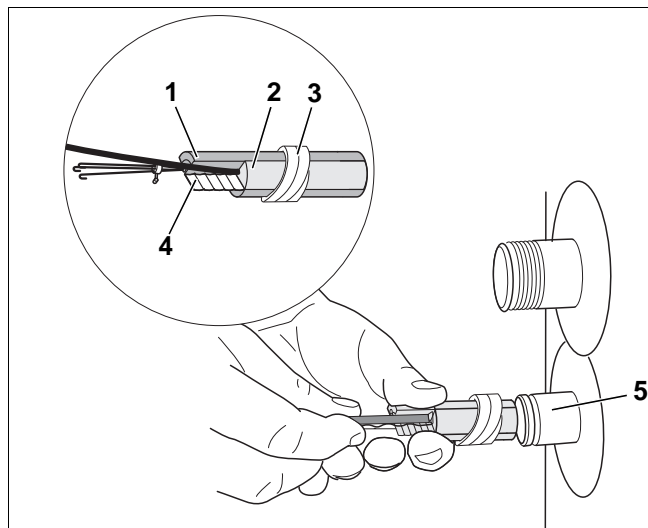

Рис. 8 Монтаж датчика температуры горячей воды
- Вставьте комплект датчика (рис. 8, [1] - [4]) до упора в погружную гильзу (рис. 8, [5]). При этом пластмассовая спираль (рис. 8, [3]), прижимающая датчик, автоматически сдвигается назад.
Компенсационная пружина (рис. 8, [4]) создает контакт между гильзой и поверхностью датчика, что обеспечивает надёжную передачу температуры.